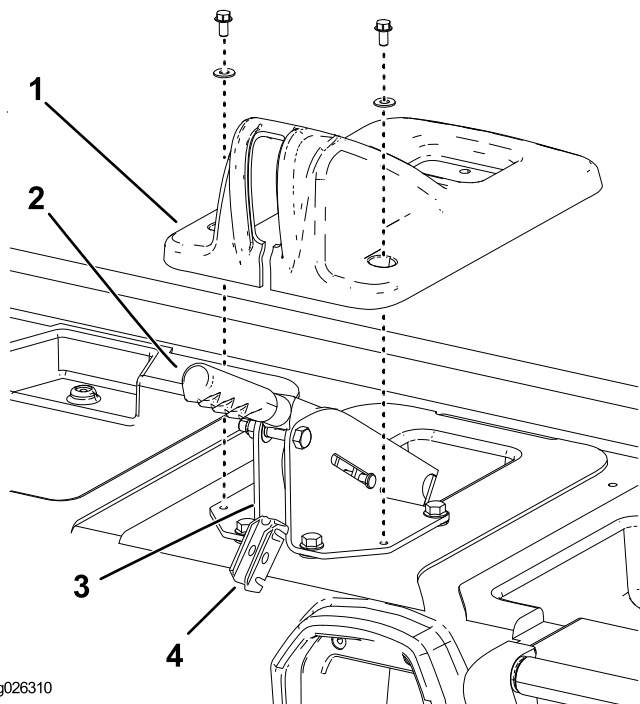

Figura 4
2. Rimuovete i 2 bulloni e rondelle che fissano la copertura del freno di stazionamento alla base del sedile (Figura 4).
3. Sollevate la copertura sulla leva del freno di stazionamento e toglietela dalla base del sedile (Figura 4).
4. Rimuovete il perno con testa che fissa la staffa dell'equilibratore del cavo del freno alla parte posteriore della staffa di supporto della leva del freno (Figura 4).
5. Sollevate la staffa dell'equilibratore e toglietela dalla staffa di supporto e staccate da questa i cavi del freno (Figura 4).
6. Rimuovete i fermagli a C che fissano i cavi del freno alla parte posteriore della staffa di supporto della leva del freno (Figura 4).